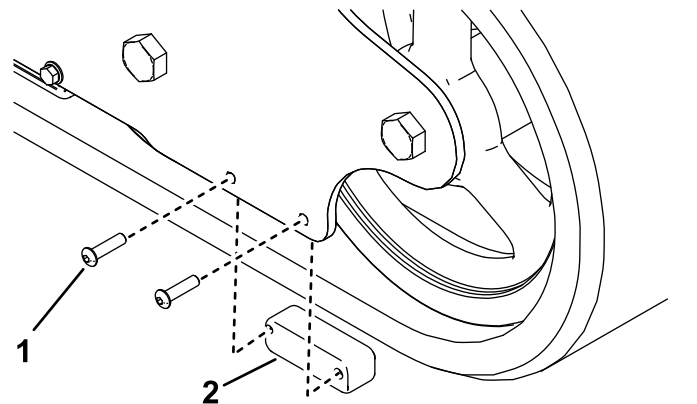

Bild 2
2. Tragen Sie Gewindesperrmittel auf die Halbrundschräuben auf und befestigen Sie den Verschleißblock mit ihnen (**Bild 2**).